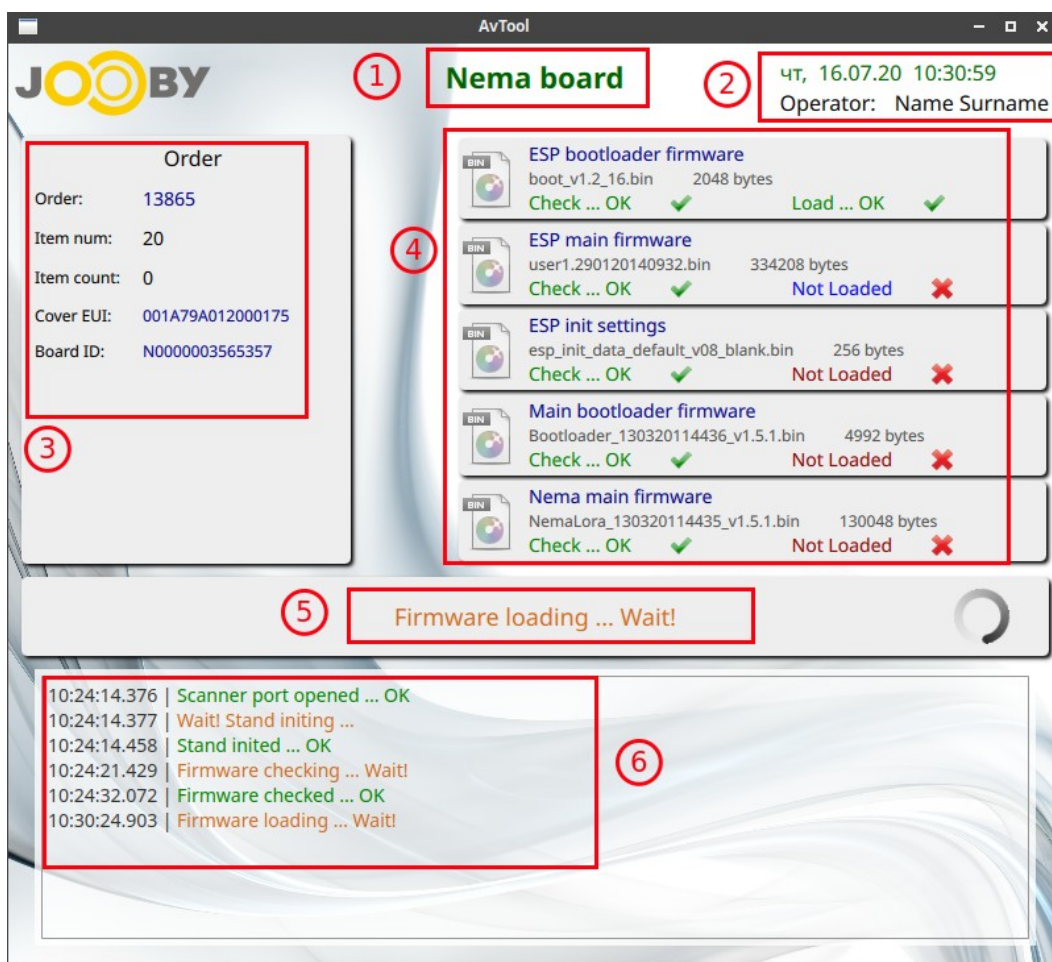

Рисунок 6
- ✓ индикатор текущего режима работы (**Рисунок 6** — метка 1)
- ✓ информация об операторе АРМ (**Рисунок 6** — метка 2)
- ✓ информация о выбранном заказе и плате находящейся в стенде (**Рисунок 6** — метка 3)
- ✓ информация о состоянии загружаемых в платы программных прошивок (**Рисунок 6** — метка 4)
- ✓ индикатор текущего этапа тестирования (**Рисунок 6** — метка 5)
- ✓ журнал выполнения тестирования (**Рисунок 6** — метка 6)